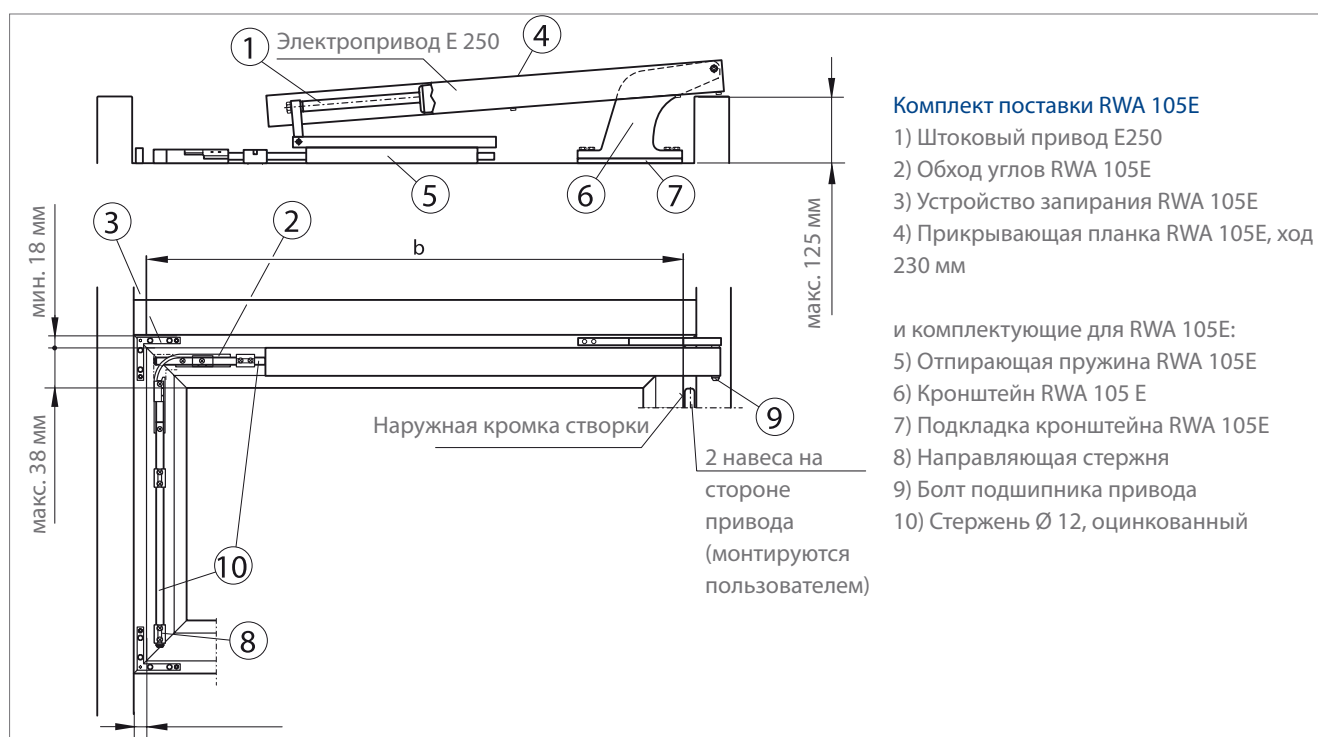

Fig. 37-1
- ▶ Ход: 100, 150 и 230 мм (определение ширины открытия см. на рис. 37-1)